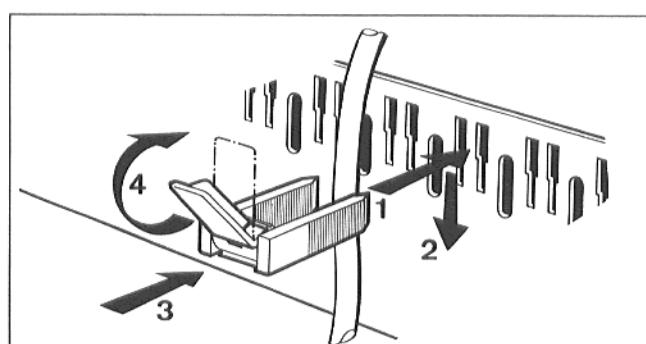

Рис. 41 – деталь "А" – зажим
- Зажим, для крепления кабеля с вложенным проводом, вставить сверху в щели рамы зажимов; при этом ребро рычажка должно показывать вверх. Передвинуть зажим для крепления кабеля вниз, вдавливая его при этом. Рычажок переставить вверх (рис. 41).